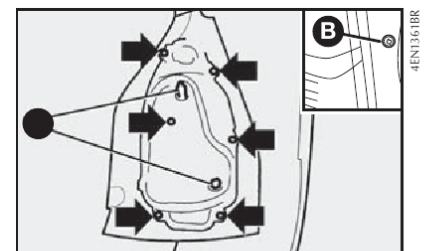

fig. 25
- 1) por dentro do porta-malas, soltar as porcas **A-fig. 25**;
- 4) retirar o conjunto de lâmpada removendo os parafusos indicados pelas setas **fig. 25**;